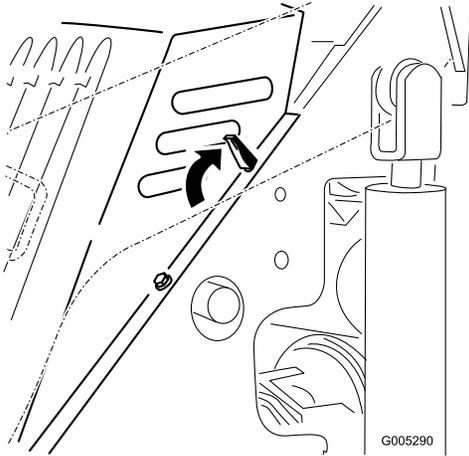

Рисунок 17
4. Освободите 4 фиксирующих лепестка (Рисунок 17).
1. Расположите капот над рамой машины так, чтобы штыри капота вошли в отверстия рамы (Рисунок 17).
2. Закрепите капот, задвинув фиксирующие лепестки вперед и вниз (Рисунок 17).